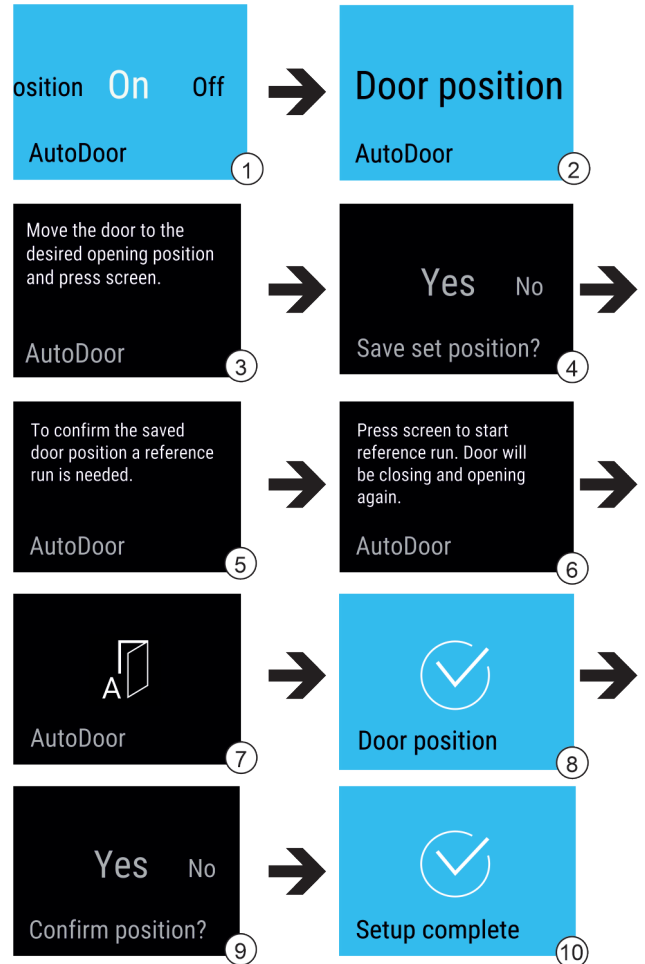

Fig. 18
- ▶ Вибрати функцію AutoDoor. Fig. 18 (1)
- ▶ Індикацію на дисплеї перемістити до появи Door position. Fig. 18 (2)
- ▶ Конфігурувати кут розкриття дверей: Відкрити двері мінімум на 70°. Fig. 18 (3)
- ▶ Підтвердити кут розкриття дверей: Торкнутись повідомлення на дисплеї. Fig. 18 (4)
- ▶ Запустити встановлення у початкове положення: Торкнутись дисплею. Fig. 18 (6)
- ▷ Дисплей блимає. Fig. 18 (7)
- ▷ Встановлення у початкове положення успішне: Дисплей стає блакитним на 2 секунди. Fig. 18 (8)
- ▶ Підтвердити кут розкриття дверей. Fig. 18 (9)
- ▷ Дисплей стає блакитним. Fig. 18 (10)